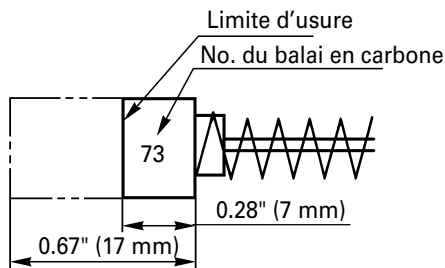

Fig. 6
3. Contrôle des balais en carbone (Fig. 6)
Utiliser le balai en carbone HITACHI No. 73 indiqué sur la Fig. 6.